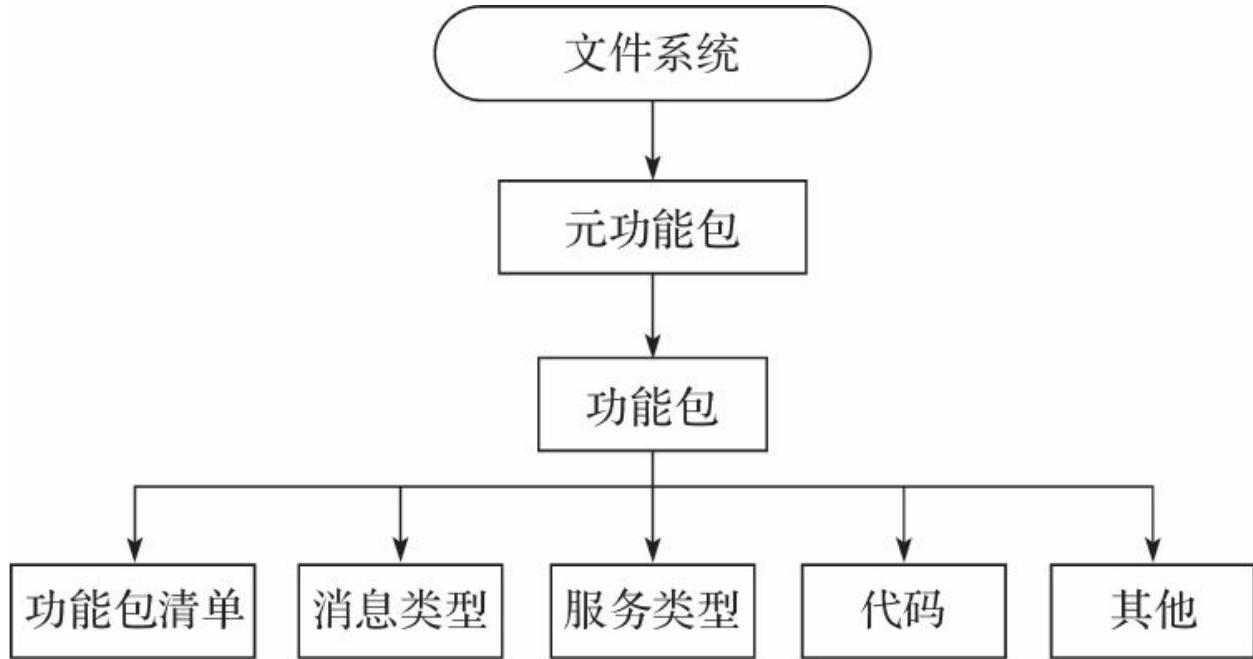

图2-5 ROS中的文件系统结构
类似于操作系统，ROS将所有文件按照一定的规则进行组织，不同功能的文件被放置在不同的文件夹下，如图2-5所示。
**元功能包清单：**在图2-5中并未显示，类似于功能包清单，不同之处在于元功能包清单中可能会包含运行时需要依赖的功能包或者声明一些引用的标签。